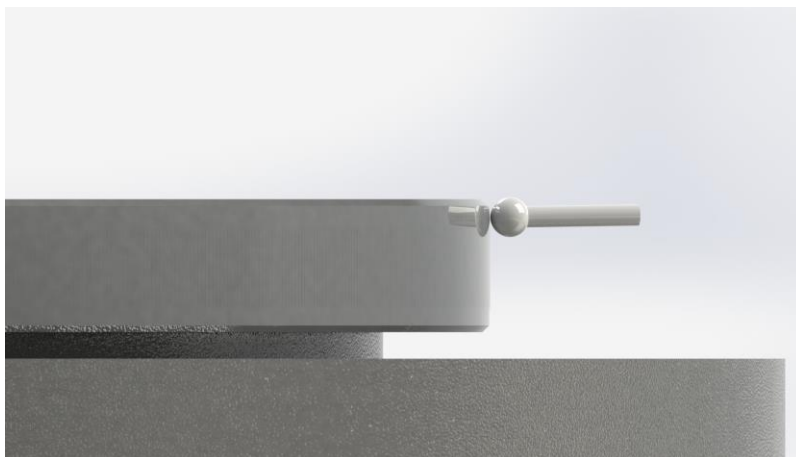

图 2
4. 将电感仪或千分表的球面测头不圆光栅的外径立面接触测量，旋转电机轴，观察电感仪或千分表读数变化，监测圆光栅侧立面径向跳动；如图 2 所示；